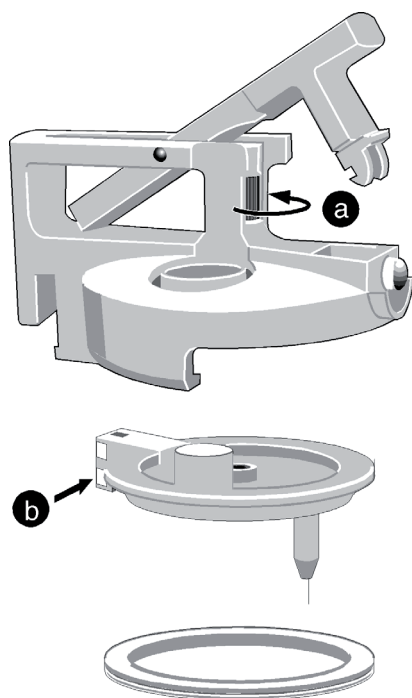

Fig. 48. **a** = Vite zigrinata per smontare il coperchio
- Per eseguire una pulizia a fondo, si può separare il coperchio dal sistema di chiusura. Per fare ciò girare in senso antiorario la vite zigrinata **a** fino a che sia possibile togliere il coperchio (Fig. 48).